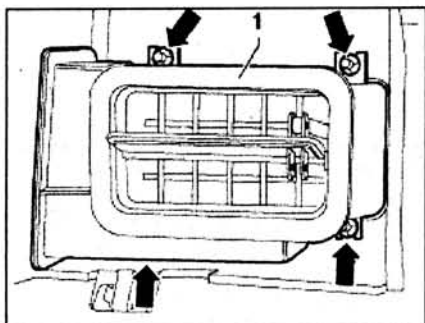

Рис. 8.58. Снимите осторожно крепежные кольца (стрелки).
3. Снимите осторожно крепежные кольца (стрелки) (рис. 8.58). Извлеките дефлектор 1 из панели приборов со стороны переднего пассажира.